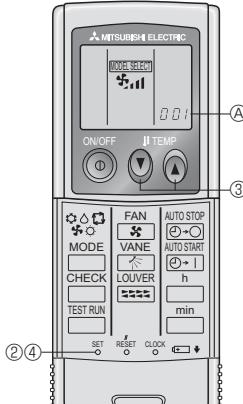

Fig. 6-6
3) Programmation (Fig. 6-6)
- ① Introduire les piles.
② Appuyer sur le bouton SET à l'aide d'un objet pointu.